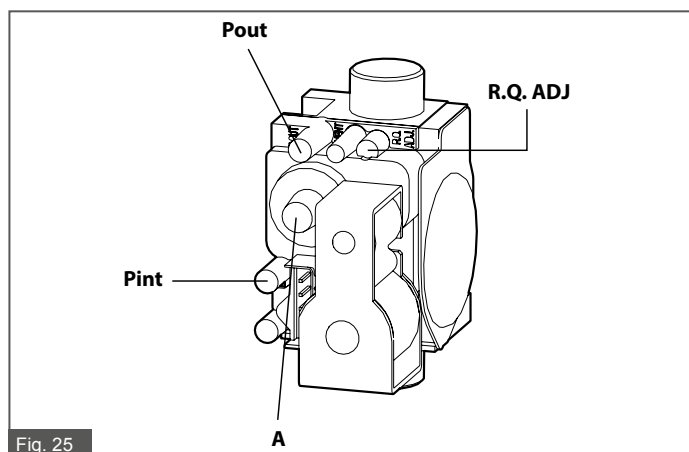
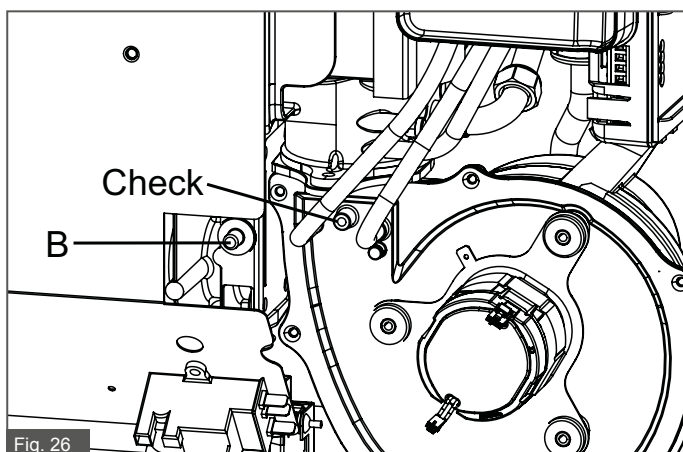

Fig. 25
Fig. 26
- Con apparecchio funzionante a potenza minima, collegare il positivo del manometro alla presa di pressione **Pint** della valvola (fig. 25) ed il negativo alla presa di pressione **Check** sulla coclea del ventilatore (fig. 26), dopo aver svitato i tappi di chiusura. Verificare il valore della pressione tra i due punti.
- Se necessario, effettuare la regolazione dell'off-set agendo sulla vite A (fig. 25) dopo aver svitato la vite di chiusura.
Collegarsi all'apposita presa a bordo macchina dopo avere smontato il tappo in ottone **B**; verificare che la CO₂ misurata corrisponda ai valori riportati nella tabella dei dati tecnici o sulla targhetta applicata alla lamiera anti-irraggiamento. Se necessario, regolare la CO₂ agendo sulla vite **A** con apparecchio al minimo e sulla vite **R.Q. ADJ** con apparecchio al massimo (fig. 25).